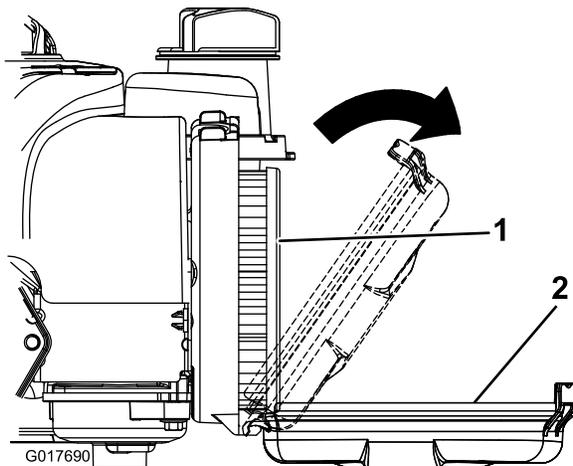

Figure 17
1. Desserrez les verrous qui fixent le couvercle du filtre à air sur le moteur (Figure 17).